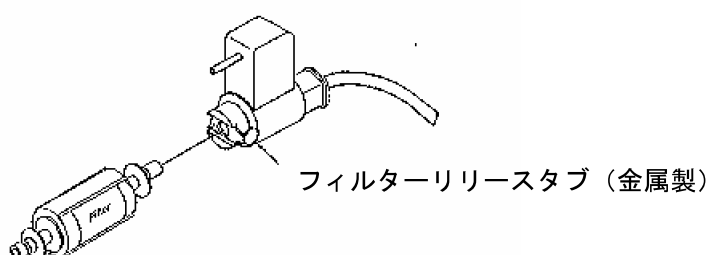

図 2
a. フィルターカートリッジの大きい方の端をフレキシブルエアホースの端の取付け部品に差し込んでください。フィルターがしっかりおさまるまで静かに押し込むと、金属製のフィルターリリースタブが飛び出し、フィルターが適所に固定されます。（図 2 参照）